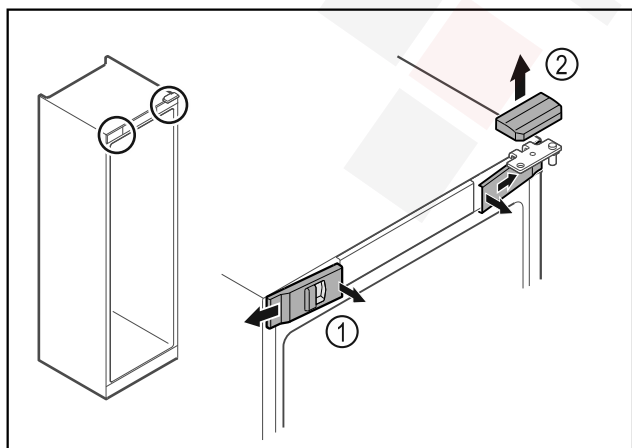

Fig. 5
- ▶ Pattintsa ki belül az elülső burkolatokat Fig. 5 (1), és tegye félre.
- ▶ Vegye le felfelé a felső burkolatot Fig. 5 (2).